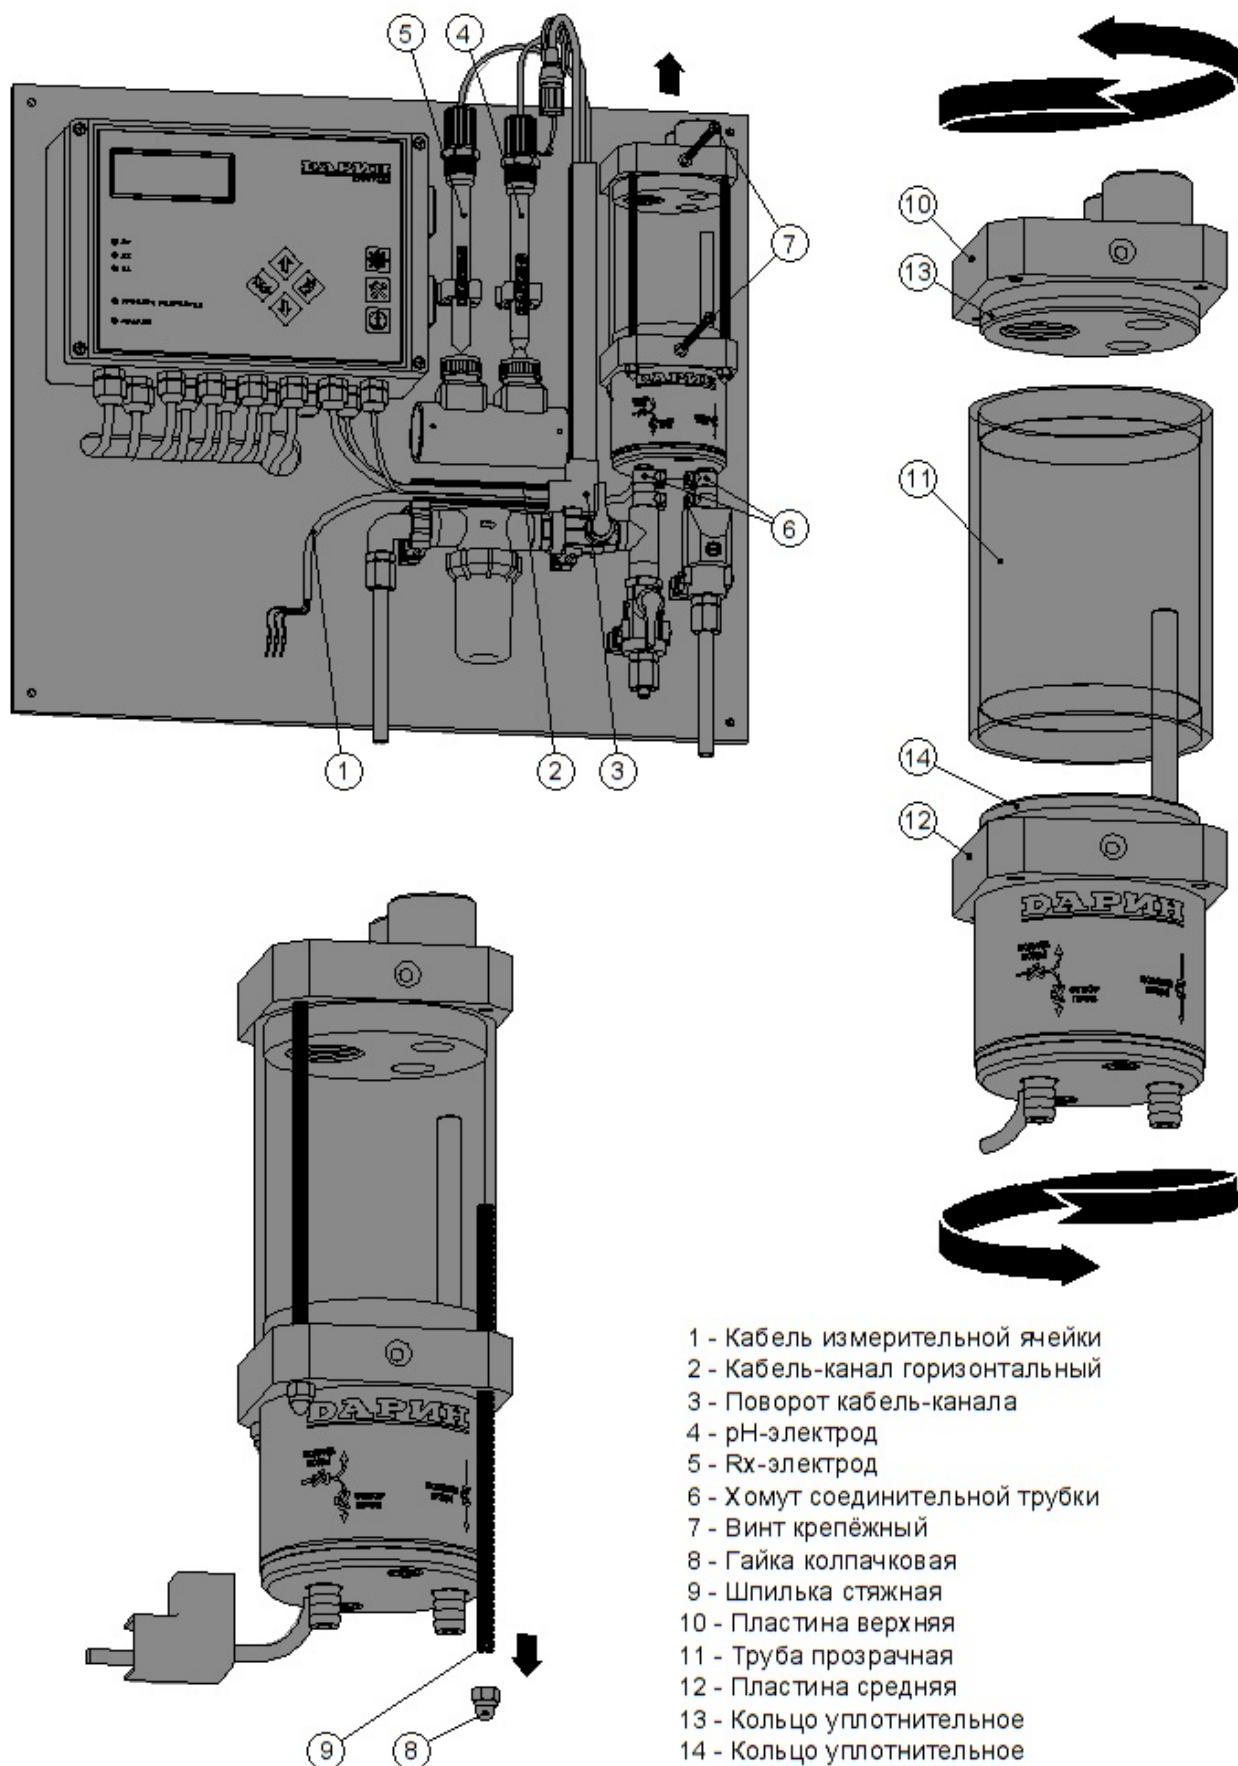

Рис.6.2-2 Очистка стенок проточной камеры измерительной ячейки CL, pH, Rx
- открыть крышку контроллера Кристалл, отсоединить провода от клемм «Измерительная ячейка» (см. рис.4.3-3), ослабить гайку гермоввода и вытащить кабель измерительной ячейки наружу (см. рис.6.2-2, поз.1);
- снять крышку с горизонтального кабель-канала (см. рис. 6.2-2, поз.2) и отсоединить от кабель-каналов поворот (см. рис.6.2-2, поз.3) вместе с кабелем измерительной ячейки (см. рис.6.2-2, поз.1);
- выкрутить из ячейки pH-электрод и Rx-электрод; эти электроды поместить в держатели электродов (см. рис.6.2-2, поз. 4 и 5);
- ослабить хомуты соединительных трубок на входном и выходном патрубках измерительной ячейки (см. рис.6.2-2, поз. 6);
- выкрутить крепёжные винты измерительной ячейки (см. рис.6.2-2, поз. 7) – сначала нижний винт, а затем, придерживая ячейку рукой, верхний винт;
- скрутить колпачковые гайки (4 шт.) со стяжных шпилек измерительной ячейки, а затем выкрутить из ячейки и сами шпильки (см. рис.6.2-2, поз. 8 и 9);
- отделить от измерительной ячейки верхнюю пластину, поворачивая и одновременно вытягивая эту пластину из прозрачной трубы (см. рис.6.2-2, поз. 10 и 11);
- отделить от измерительной ячейки прозрачную трубу, поворачивая и одновременно вытягивая из этой трубы среднюю пластину (см. рис.6.2-2, поз. 11 и 12);
- перед сборкой ячейки нанести силиконовую смазку на уплотнительные кольца верхней и средней пластины (см. рис.6.2-2, поз. 13 и 14); рекомендуется использовать смазку для шлангов перистальтических насосов;